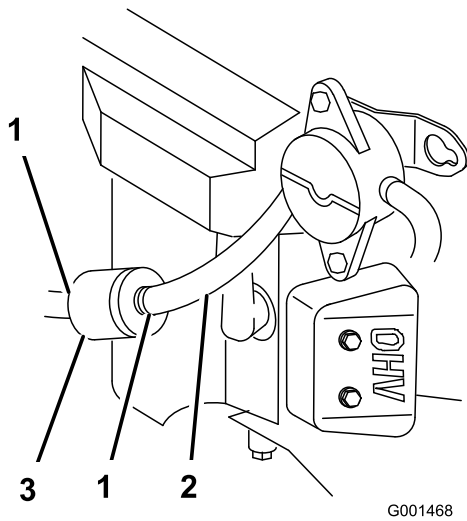

Figure 53
2. Nettoyez la surface autour du bouchon du réservoir de carburant pour éviter que des débris ne tombent à l'intérieur du réservoir (Figure 53).
4. Pincez les extrémités des colliers et faites glisser ceux-ci pour les éloigner du filtre (Figure 53).